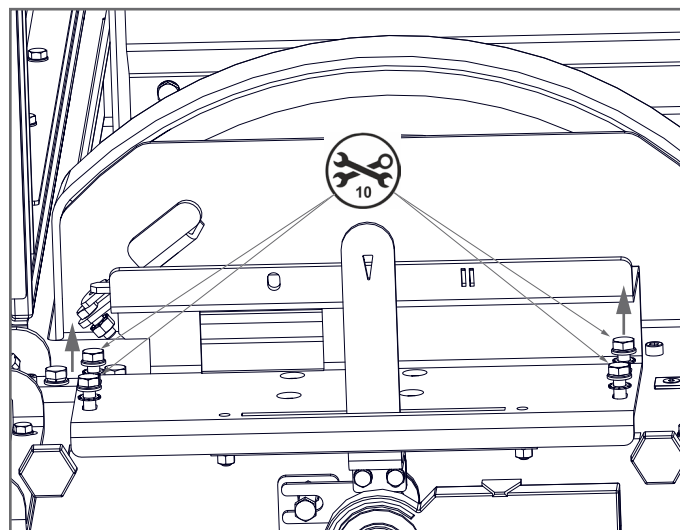

Abb.:6.1 Ansicht von unten nach oben im Holzlagerfach
- Vorhandene Sechskantschrauben (SW 10) lösen und entfernen. (Abb.:6.1)